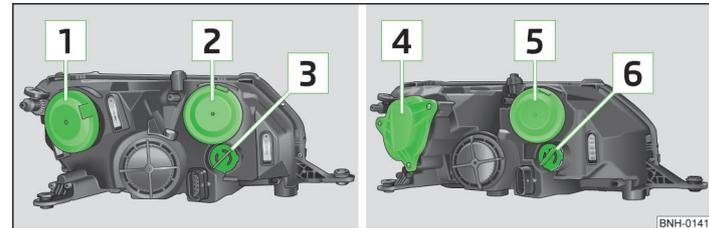

Fig. 170 Imagen esquemática: faros con luz halógena / con luz de xenón
- Retirar la tapa de goma **1** » fig. 170 de la página 209.
- Colocar la tapa de goma **1** » fig. 170 de la página 209.
- Retirar la tapa de goma **2** o **5** » fig. 170 de la página 209, respectivamente.